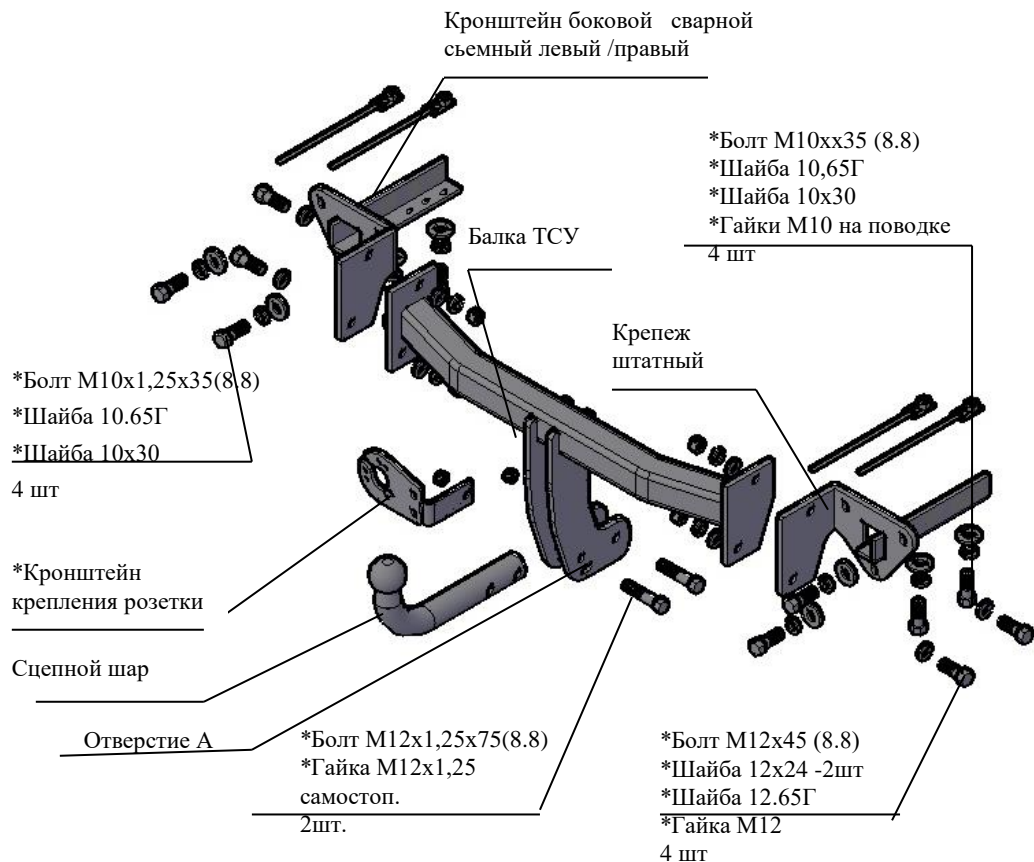

Рис.1 Тягово-сцепное устройство 8501 .
| 2.1 ТСУ 8501. в сборе (рис.1)                             | 1 шт.          |
| 2.2 Пакет с комплектующими (см. рис.1)Защитный колпак | 1 шт.1 шт. |
4.2 Установить боковые сварные съемные кронштейны в лонжероны а/м (правый и левый соответственно рис.1), закрепить болтами М10х35, подложив под головки болтов шайбы 10.65Г и шайбы 10х30, используя гайки М10 на поводках, а к фартуку а/м закрепить штатным крепежом (см.рис.1) и болтами М10х1,25х35, используя гайки штатные и подложив под головки болтов шайбы 10.65Г и шайбы 10х30. Крепеж не затягивать.